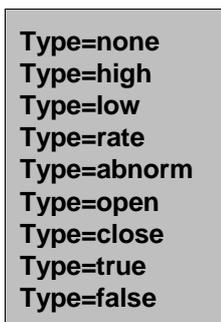

Bild 4-14 Menü "Betriebsarten"
3. Mit ↑ und ↓ wählen Sie die gewünschte Alarmnummer (1 bis 5). Drücken Sie **ENTER**. Die Anzeige wechselt zum Menü "Betriebsarten" (siehe Bild 4-14), in dem die momentane Einstellung unterlegt ist..